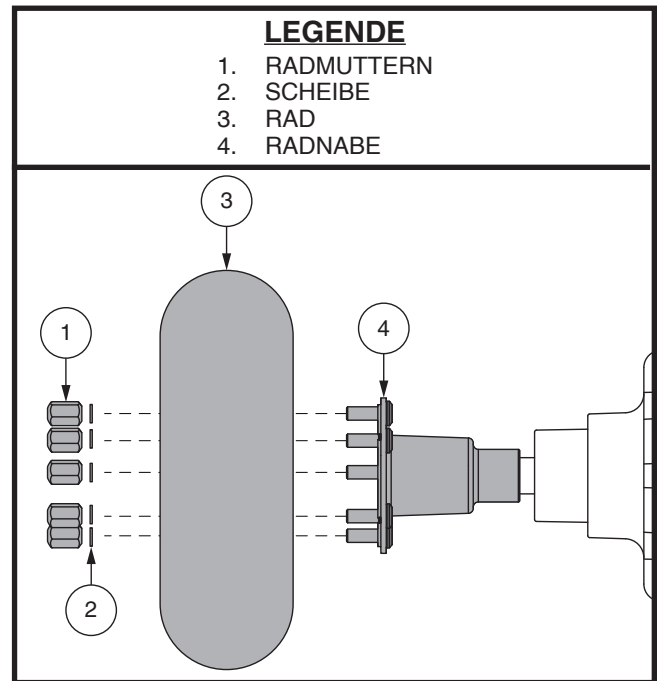

Abb. 26. Reifenradenthebung
3. Entfernen Sie des Radmuttern und scheiben von der Radnabe. **Siehe Abb. 26.**